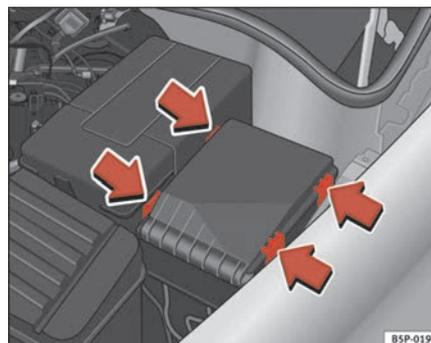

Fig. 176 Tapa de la caja de fusibles en el compartimento motor
- Retire la tapa de fusibles del compartimento del motor haciendo presión sobre las lengüetas hacia el centro de la tapa ⇒ **fig. 176.** ▶